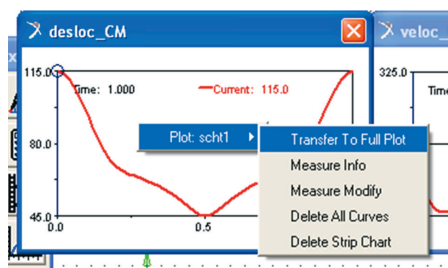

Figura 3.25 – Ativação do módulo ADAMS/PostProcessor.
- Clique, com o botão direito do mouse, sobre a janela gráfica do deslocamento (*desloc\_CM*). Selecione a opção *Transfer To Full Plot*, conforme a Figura 3.25. O módulo do ADAMS/PostProcessor se abrirá em uma nova janela.